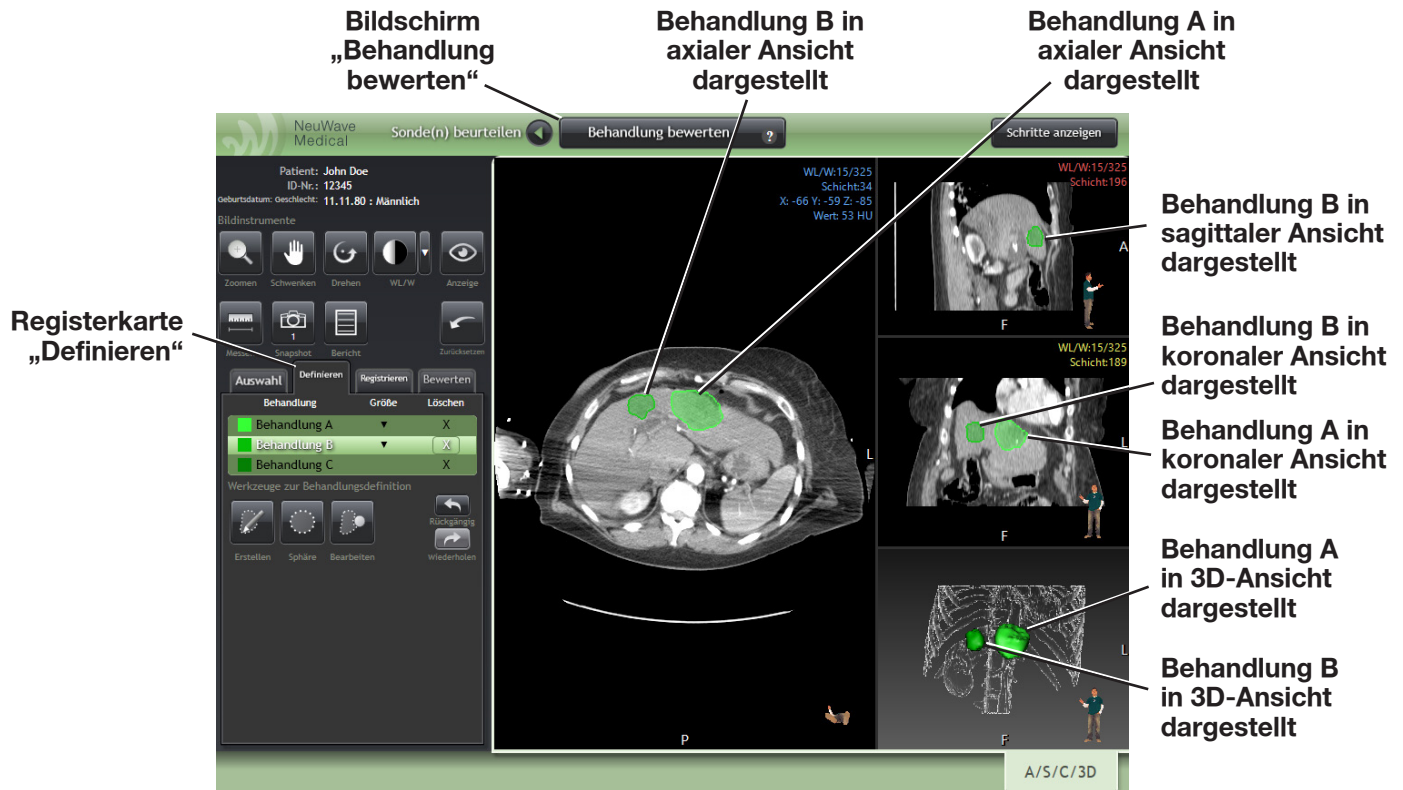
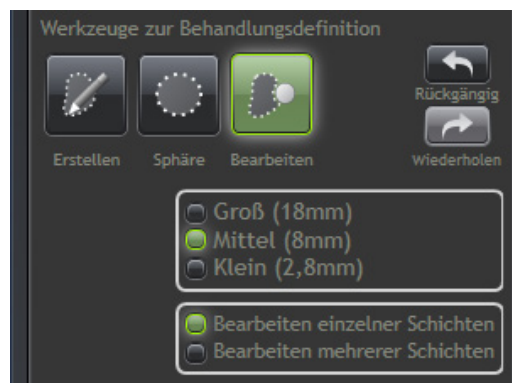

Abbildung 3-38: Festlegen der Behandlungszone.
Abbildung 3-39: Bereich „Werkzeuge für die Behandlungsdefinition“ auf der Registerkarte „Definieren“ auf dem Bildschirm „Behandlung bewerten“.
1. Klicken Sie auf die Registerkarte **Definieren**, damit Sie die Behandlungszone um die Läsion herum definieren können, die durch die abgegebene Mikrowellenenergie entsteht. Sie können bis zu drei Behandlungszonen in einer Bildserie definieren. Die Behandlungszonen werden auf der Registerkarte **Definieren** als Behandlung A, B und C bezeichnet (Abbildung 3-38).
3. Klicken Sie links im Bildschirm auf **Erstellen** oder **Sphäre** im Bereich „Werkzeuge für die Behandlungsdefinition“ und bewegen Sie den Mauszeiger auf die 2D-Bildansicht, um mit dem Erstellen der Behandlungszone zu beginnen. Bewegen Sie sich in der aktiven 2D-Bildansicht mit dem Werkzeug **Erstellen** zu einer Schicht in der Nähe der Mitte der Behandlungszone, indem Sie das Werkzeug **Zoomen** verwenden. Versuchen Sie, die Maus über dem zu behandelnden Bereich zu zentrieren. Das Werkzeug **Erstellen** zeigt eine Vorschau des Bereichs an, indem es einen grünen Rahmen um den Bereich legt, in dem der Zeiger des Werkzeugs platziert wurde. Je nachdem, wo der Vorschaubereich angezeigt wird, erstellt das Werkzeug einen Rahmen um benachbarte Gewebebereiche mit ähnlicher Dichte (Abbildung 3-38).
Wenn Sie die Behandlungszone feiner einstellen möchten, klicken Sie im Bereich „Werkzeuge für die Behandlungsdefinition“ auf das Werkzeug **Bearbeiten** (Abbildung 3-38) und bewegen Sie dann den Mauszeiger in die gerade definierte Zone. Der Vorgang des Entferns oder Erweiterns der Behandlungszone mit dem Werkzeug **Bearbeiten** unterscheidet sich nicht von dem Vorgang des Entferns oder Erweiterns der Größe von Zielbereichen auf der Registerkarte **Definieren** im Bildschirm **Ziele definieren** (Abbildung 3-16 und Abbildung 3-17). Der einzige Unterschied besteht darin, dass die Werkzeuge zur Behandlungsdefinition kein Werkzeug **Verschieben** enthalten (Abbildung 3-39).
Die in der Setup-CT-Serie definierten Ziele sind in Abbildung 3-41 als rote (Ziel A) und orangefarbene (Ziel B) Kreise (mittlerer Bereich) dargestellt, während die Ziele und Behandlungszonen in den Postablations-CT-Bildern (rechter Bereich) als grüne Bereiche angezeigt werden. Für beide Behandlungen wurde eine Zielläsionskontraktion von 10 % angesetzt. Ein Mindestabstand von 2 mm ohne Kontraktion (wie in Abbildung 3-38 dargestellt) erhöhte sich bei Behandlung A auf 7 mm, während Behandlung B nicht ausreichte, um das Ziel vollständig abzudecken. Der Mindestabstand ist der Abstand zwischen den Rändern des Ziels und der Behandlungszone.